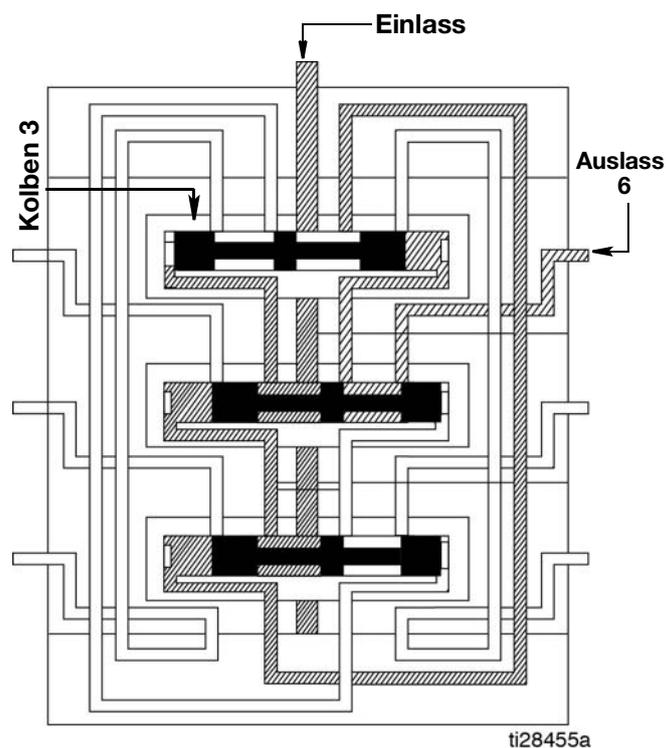

ABB. 12
2. Kolben 3 öffnet sich und fördert Schmiermittel zu Ausgang 6 (ABB. 12).